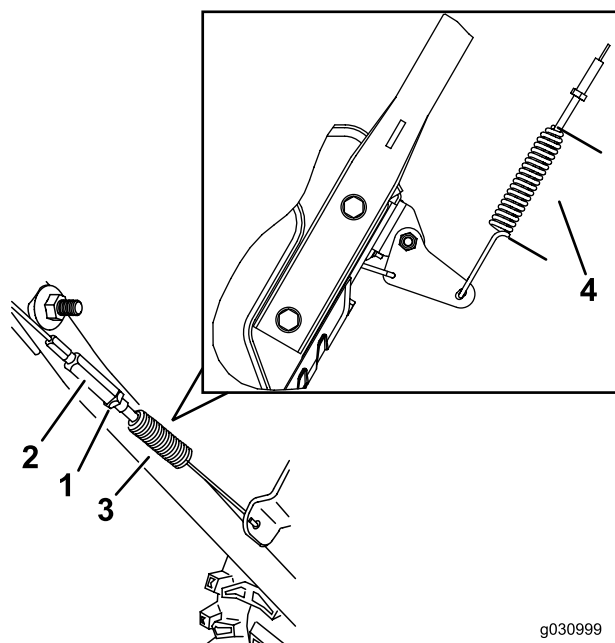

Figura 27
3. Strângeți sau slăbiți întinzătorul cu filet pentru a regla lungimea arcului la 5,5 cm, după cum este ilustrat în Figura 27.
4. Strângeți contrapiulița (Figura 27), asigurându-vă că în cablu este o tensiune redusă.